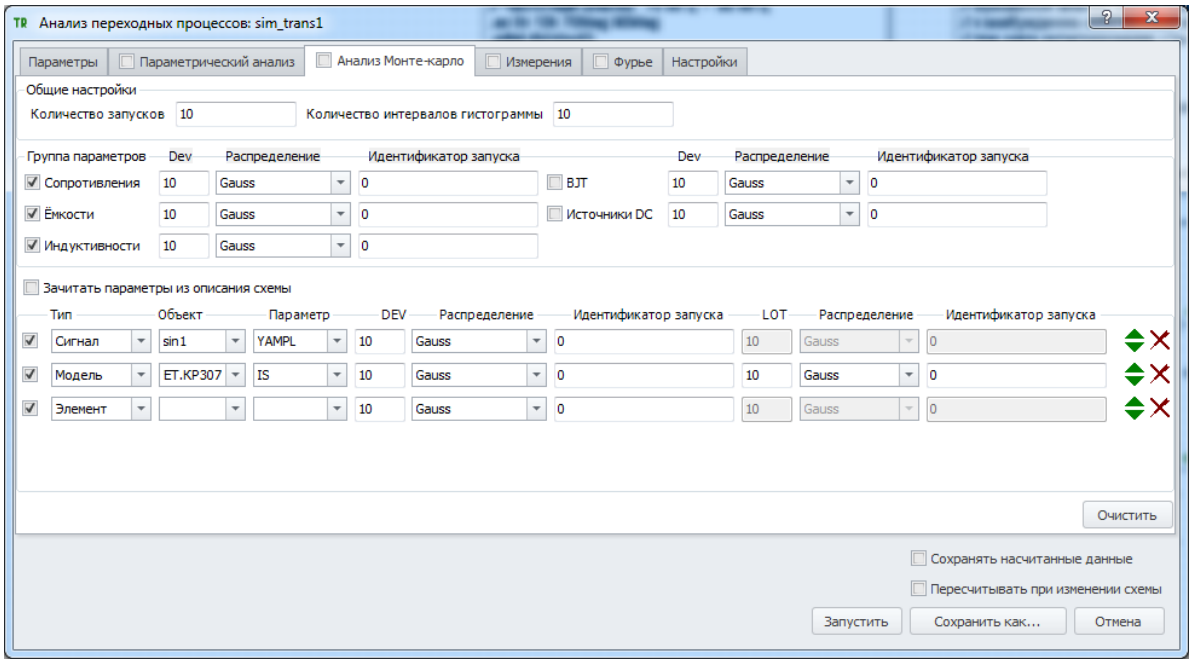

Рис. 16.4.1 Пример задания статистического анализа схемы
- на вкладке **Анализ Монте-Карло** окна задания симуляции (рис.16.4.1).
Пример задания варьируемых параметров приведён на рис. 16.4.1, описание настроек вкладки **Анализ Монте-Карло** приведено в таблице 16.4.1: